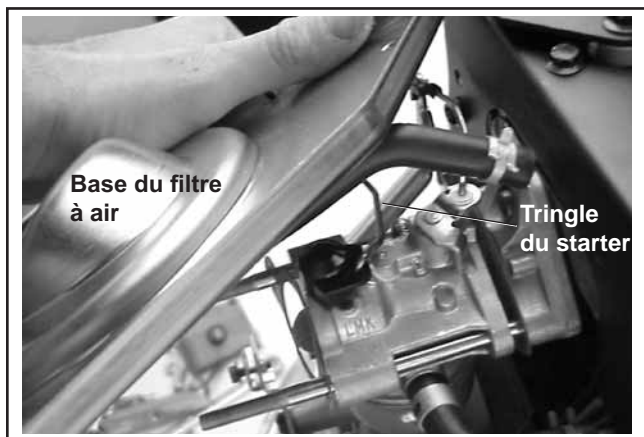

Figure 11-56. Raccordement de la tringle du starter.
1. Connecter la tringle du starter au levier du starter du carburateur. Voir la figure 11-56.